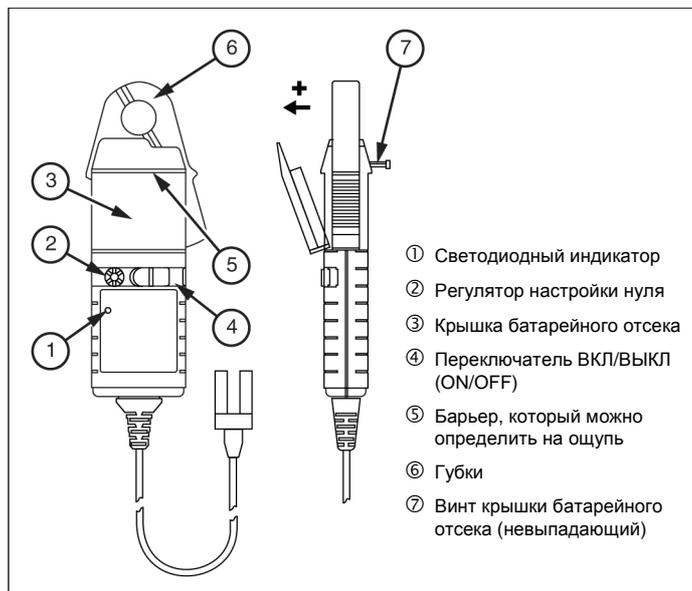

Рис. 1. Токовые клещи переменного и постоянного тока i30s и i30
Во избежание получения травмы при использовании токовых клещей запрещается касаться устройства за защитным барьером в соответствии с рис.1. Запрещается использовать клещи, если любая их часть, включая проводники и разъемы, выглядит поврежденной либо если возникли опасения, что устройство функционирует неправильно.
При достижении минимально возможного рабочего напряжения начнет мигать красный светодиодный индикатор. См. рис. 1. Следуйте указанной ниже процедуре.
2. Ослабьте невыпадающий винт крепления крышки батарейного отсека. Поверните крышку на 30° и сдвиньте с корпуса токовых клещей в соответствии с рис. 1. Теперь доступ к батарее открыт. Замените батарею, закройте крышку и заверните винт.